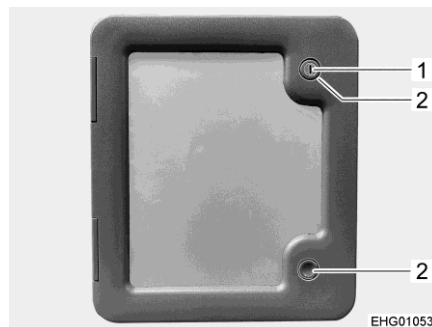

Fig. 19 Sportello esterno cassetta fecale
- Inserire la chiave nel cilindro della serratura a pressione (Fig. 19,1) e ruotare di un quarto di giro.
- Premere contemporaneamente con i pollici entrambe le serrature a pressione (Fig. 19,2) e aprire lo sportello esterno.
- Inserire la chiave nel cilindro della serratura (Fig. 19,1) e ruotare di un quarto di giro.